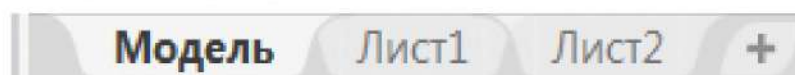

Рисунок 1.25. Переход с вкладки модель на листы
5. Графическое пространство представлено двумя видами вкладок: «**Модель**» и «**Листы**». Во вкладке «**Модель**» непосредственно чертят, а «**Листы**» предназначены для печати (рисунок 1.25). По умолчанию активной является вкладка *Модель*. Это означает, что на экране отображено двух- или трехмерное пространство модели. При щелчке на какую-либо из вкладок *Лист* (их количество может быть любым, достаточно нажать на кнопку «+»), можно перейти к пространству листа.